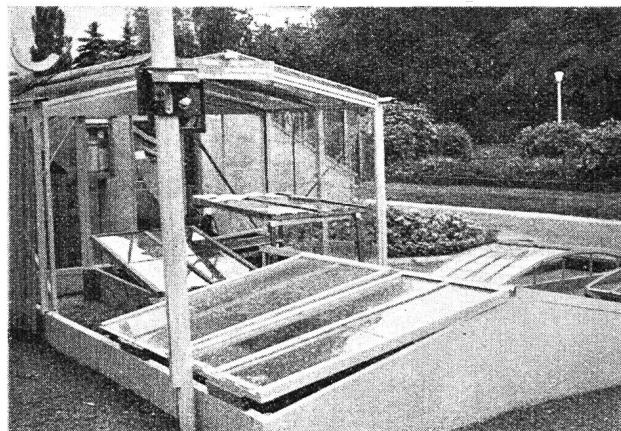

Abb. 76 Universal-Fensterhaus mit elektrischer Boden- und Luftheizung.
3. Ein Universal-Fensterhaus (Abb. 76), das im Frühjahr mit elektrischer Boden- und Luftheizung als Sattelkasten für Topfpflanzen, Anzuchten usw. Verwendung finden soll, während im Herbst daraus durch Verwendung von Treibbeetfenstern ein Haus erstellt wird, in dem auf einfachste Weise ein Luftheizkabel installiert wird. Die Einrichtung kann so für Dahlien, Chrysanthemen, Tomaten-Spätkulturen benutzt und meistens bis gegen Ende November frost-